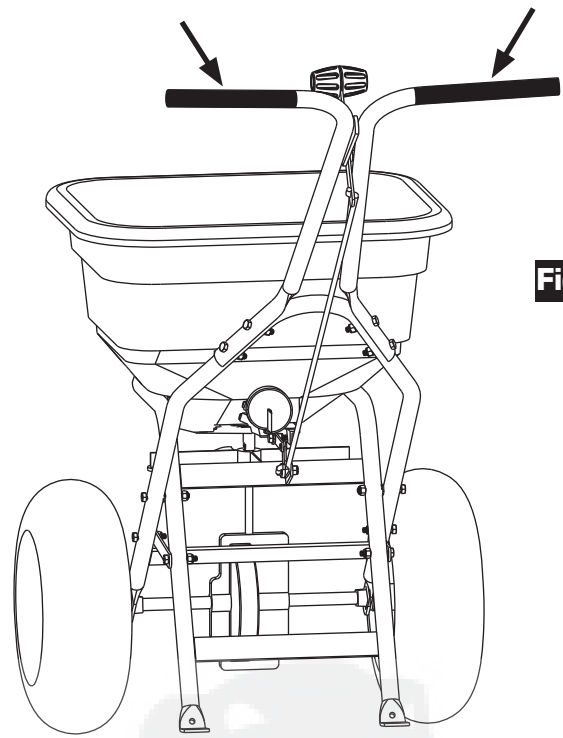

Figura 11
11. Instale las empuñaduras de la manilla en la manilla del esparcidor como se muestra en la Figura 11.